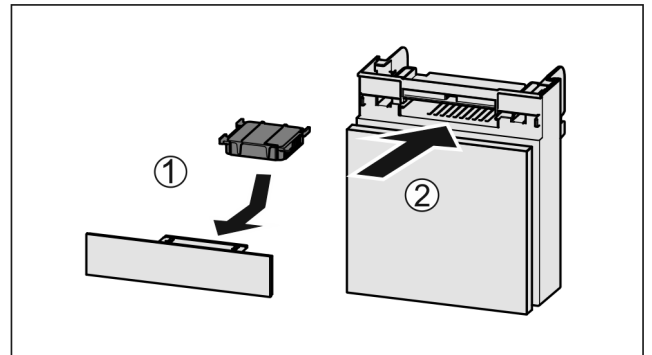

Fig. 57
- ▶ Actiefkoolfilter overeenkomstig afbeelding aanbrengen Fig. 57 (1).
- ▶ Lade erin schuiven Fig. 57 (2).